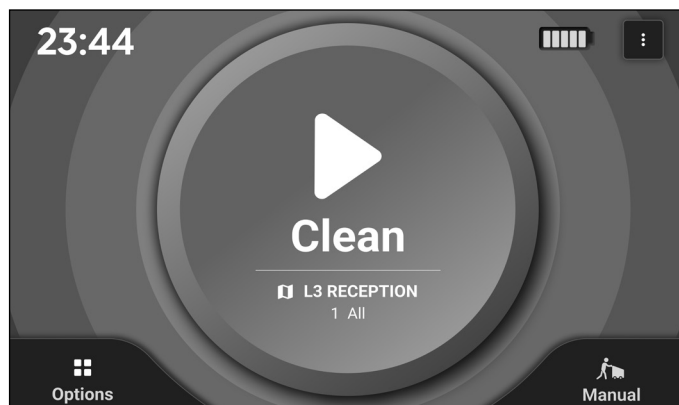

Abbildung 67
3. Der Touchscreen kehrt zur Seite „Home“ zurück, sobald das Abdocken abgeschlossen ist (**Abb. 67**).